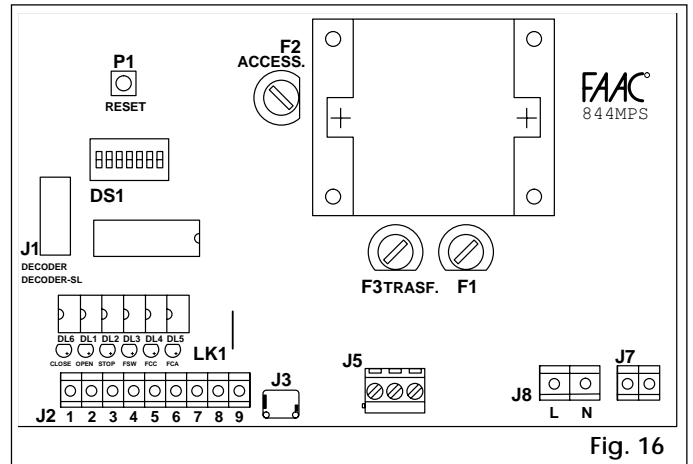

Fig. 16
- Appena il led del finecorsa FCA presente sull'app. elettr. 844 MPST (fig. 16) si spegne, fare avanzare il lamierino di ulteriori 10 mm e fissarlo provvisoriamente sulla cremagliera tramite due punti di saldatura.
Appena il led del finecorsa FCC presente sull'app. elettr. 844 MPST (fig. 16) si spegne, fare avanzare il lamierino di ulteriori 10 mm e fissarlo provvisoriamente sulla cremagliera tramite due punti di saldatura.
① **Morsettiera J2** (Fig. 16) a bassa tensione è utilizzata per collegare tutti gli accessori (vedi Tab. 4).
④ **Morsettiera J8 (fig. 16)**
⑤ **Morsettiera J7 (fig. 16)**